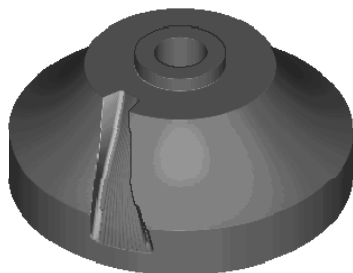

图 5.5.17 2D 仿真结果
Step2. 单击“确认”按钮，系统弹出“刀轨可视化”对话框。单击2D 动态选项卡，采用系统默认参数设置值，调整动画速度后单击“播放”按钮，完成演示后的模型如图 5.5.17 所示，仿真完成后单击两次按钮，完成操作。